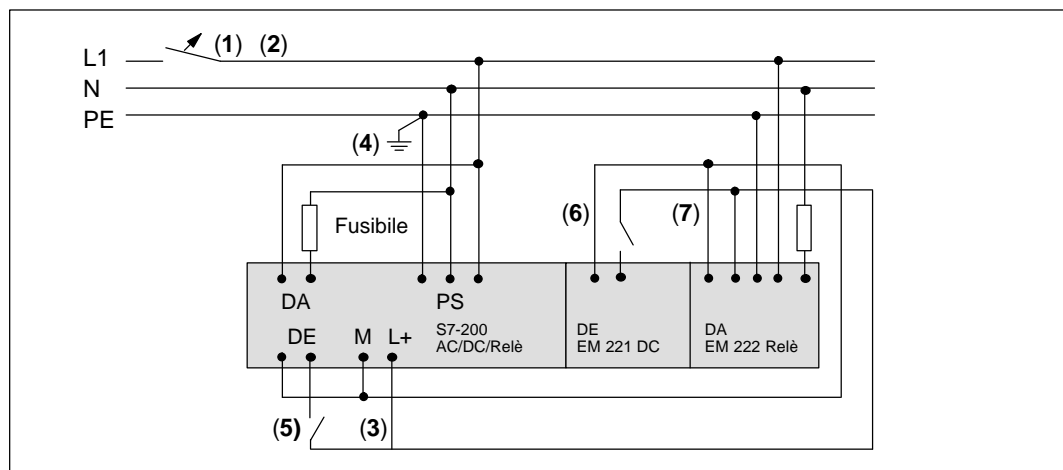

Figura 2-12 120/230 V AC, interruttore unipolare contro sovracorrente e cablaggio del carico
I punti sottoelencati sono istruzioni generali di cablaggio per l'installazione in circuiti di corrente alternata (AC). Si faccia riferimento alla figura 2-12 mentre si leggono queste istruzioni.
- Installare un sezionatore unipolare (1) che tolga tensione alla CPU, a tutti i circuiti di ingresso e di uscita (di carico).
- Installare dispositivi di protezione da sovracorrente per proteggere l'alimentatore della CPU (2), gli ingressi e le uscite. Si può anche ottenere una sicurezza maggiore proteggendo singolarmente ogni uscita. Una protezione esterna da sovracorrente per gli ingressi non è necessaria se si usa l'alimentatore per datori di segnale 24 V DC (3) del Micro PLC. Questo alimentatore è protetto da cortocircuito.
- Collegare tutti i morsetti di terra S7-200 al collegamento di terra più vicino (4) per ottenere il più alto livello di immunità ai disturbi. Si raccomanda di collegare singolarmente tutti i conduttori di terra. Impiegare per questo collegamento conduttori da 14 AWG o 1,5 mm².
- L'alimentatore per datori di segnale DC dell'unità centrale può essere usato per l'alimentazione degli ingressi dell'unità centrale (5), degli ingressi di ampliamento DC (6) e delle bobine del relè di ampliamento (7). Questo alimentatore è protetto da cortocircuito.